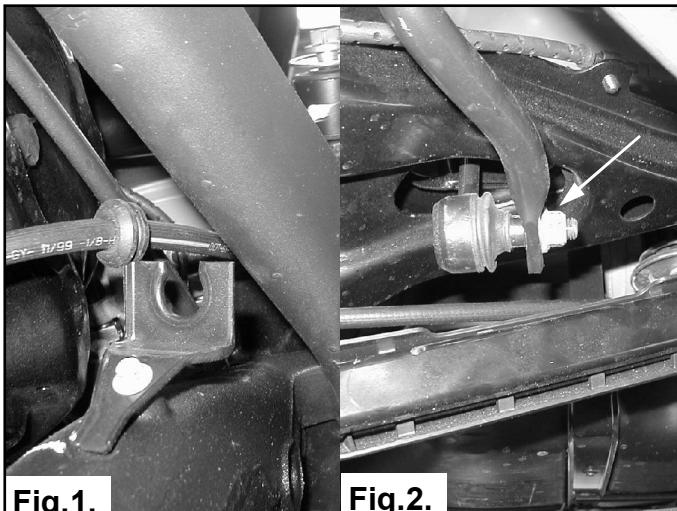

Fig.1.
1. Détachez le tuyau de frein et la barre antiroulis. Voir fig. 1 et 2.
1. Lossa bromsslangen och krängningshämmaren Se fig.1 och 2.